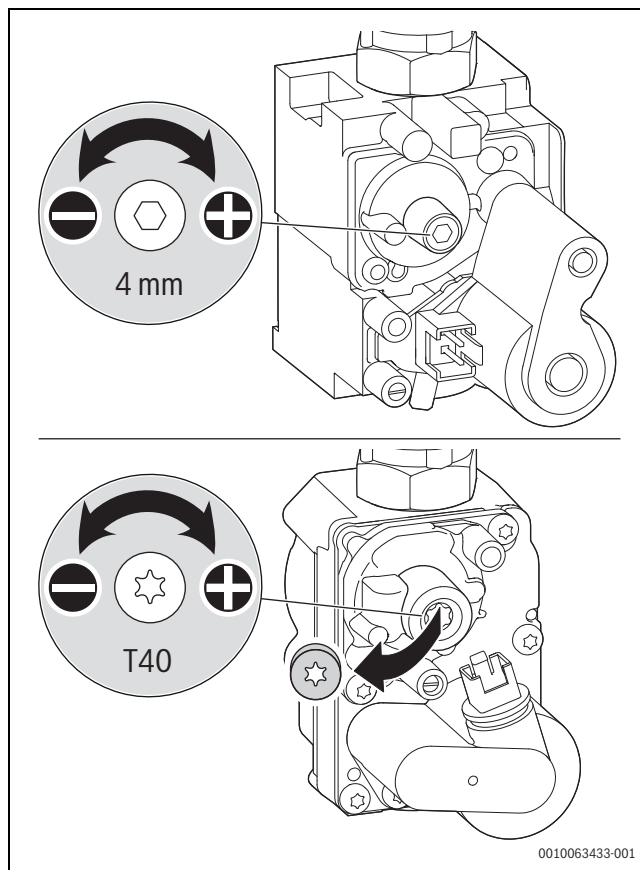

Bild 76 CO₂- oder O₂-Gehalt einstellen
- Plombe an der Einstellschraube der Gasarmatur entfernen (nur bei der Gasarmatur in Bild 76) und CO₂- oder O₂-Gehalt für minimale Nennwärmeleistung einstellen.